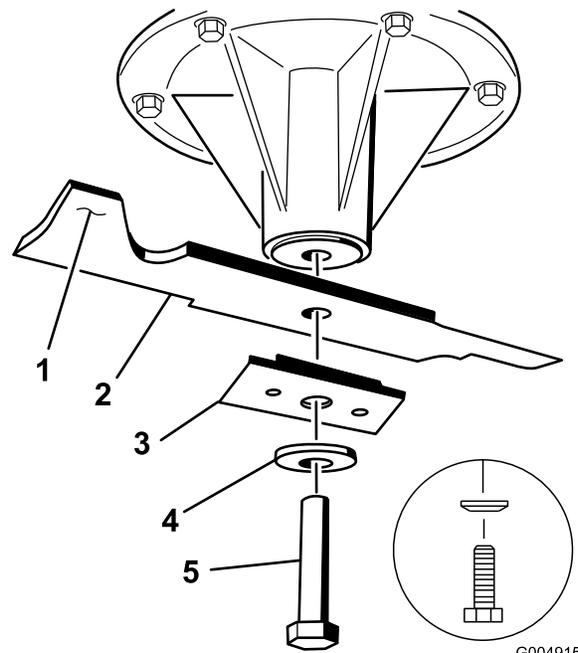
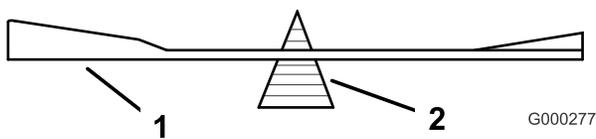

**Figure 56**
Figure 59
2. Pour les plateaux de coupe de 40 et 48 pouces, enlevez le boulon de lame, la rondelle bombée et la lame de l'axe de pivot (Figure 56).
2. Vérifiez l'équilibre de la lame en la plaçant sur un équilibreur (Figure 59). Si la lame reste horizontale, elle est équilibrée et peut être utilisée. Si la lame est déséquilibrée, limez un peu l'extrémité de la partie incurvée seulement (Figure 56). Répétez la procédure jusqu'à ce que la lame soit équilibrée.
1. Placez la lame sur l'axe (Figure 56).
**Important:** Pour une coupe correcte, la partie incurvée de la lame doit être tournée vers le haut et dirigée vers l'intérieur du carter de tondeuse (Figure 56).
2. Sur les plateaux de coupe de 40 et 48 pouces, montez la lame, la rondelle bombée et le boulon de lame (Figure 56).